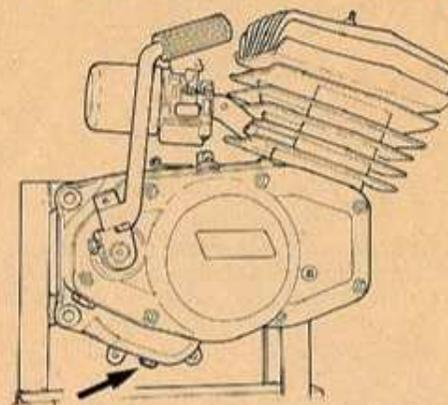

FIG. 8 Vite scarico olio
1) **TOGLIERE** l'olio dal motore rimuovendo l'apposita vite di scarico (fig. 8).